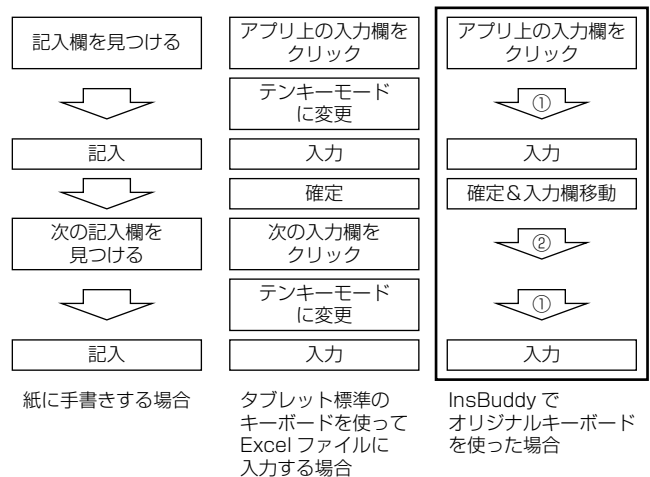

図3. 入力操作の比較
そこでInsBuddyでは、①入力形式に応じたキーボード表示(数値、リスト等)、②入力確定と入力欄移動を1回の操作で実現の二つの入力支援機能を持ったオリジナルキーボードの採用によって、図3に示すように紙に手書きする行為と同等の操作回数で入力できるようにした。